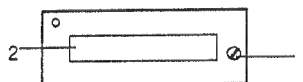

Fig. 17 Limiteur de température de service*
La chambre d'essai est munie d'une sécurité de surtempérature constituée de limiteurs de température. En plus, le caisson peut être équipé d'un limiteur de température de service* selon DIN 12 880 qui est utilisé comme protection indépendante des échantillons (voir page 23, fig. 17).
Le limiteur de température de service (fig. 17) est utilisé comme protection des échantillons. La valeur de température maximale est réglée au potentiomètre (1) au moyen d'un tournevis et apparaît dans l'affichage (2).